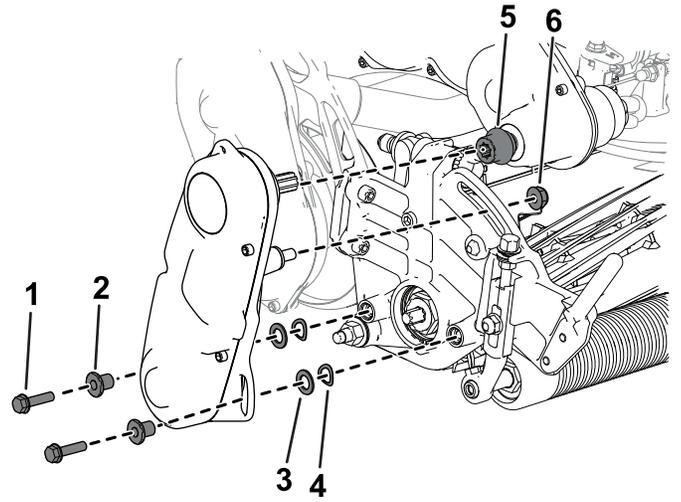

Figura 40
3. Retire el conjunto de transmisión del molinete de la unidad de corte (Figura 40) y guarde las fijaciones.